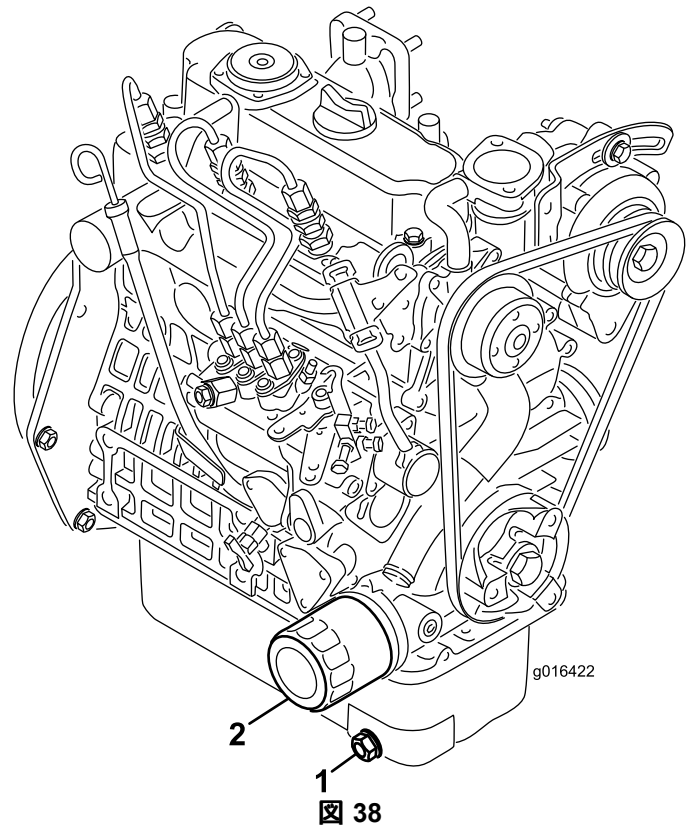

図 38
- ドレンプラグ(図 38)を外してオイルを容器に受ける。オイルが抜けたらドレンプラグを取り付ける。